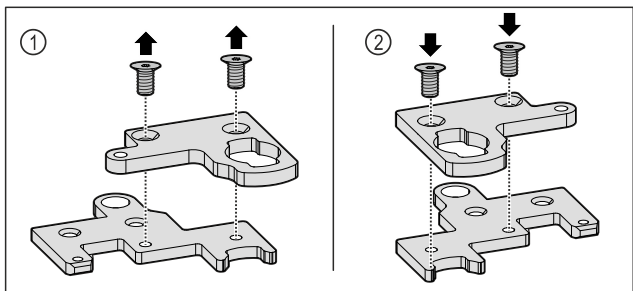

Fig. 35
- ▶ Dezasamblați colțarul balamalei din două părți. Fig. 35 (1)
- ▶ Asamblați din nou colțarul balamalei din două părți rotit cu 180°. Fig. 35 (2)